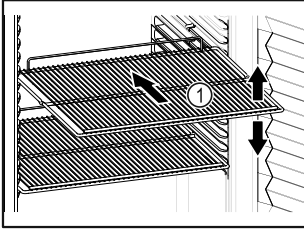

Fig. 70 Esimerkkikuva
- Sovita siirrettävät raitilatasot Fig. 70 (1) korkeuden mukaan.